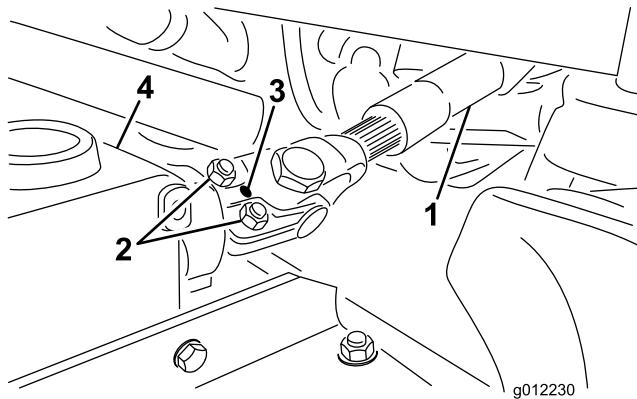

Bild 5
1. Schieben Sie die Zapfwelle mit Außengewinde in die Zapfwelle mit Innengewinde (Bild 5). Richten Sie die Befestigungslöcher in der Antriebswelle des Getriebegehäuses mit den Löchern in der ZWA-Welle aus und schieben Sie sie zusammen.
2. Befestigen Sie sie mit einem Spannstift (Bild 5).
3. Ziehen Sie die Schrauben und Muttern an (Bild 5).